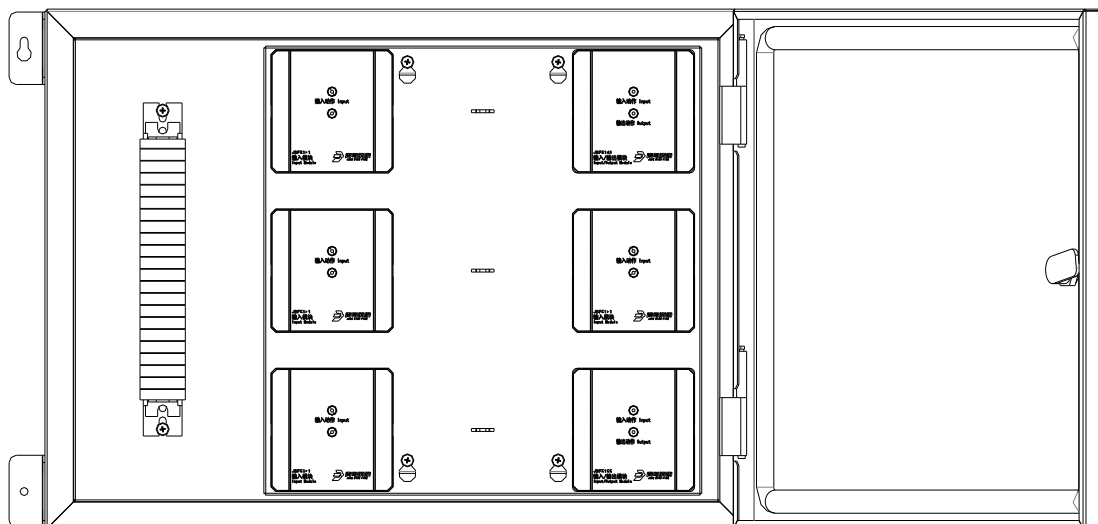

图 2
- 将模块用合适的螺钉固定在防护箱内，相应接线固定牢固。右下角槽位可选配为继电器或输入/输出模块，如图 2。